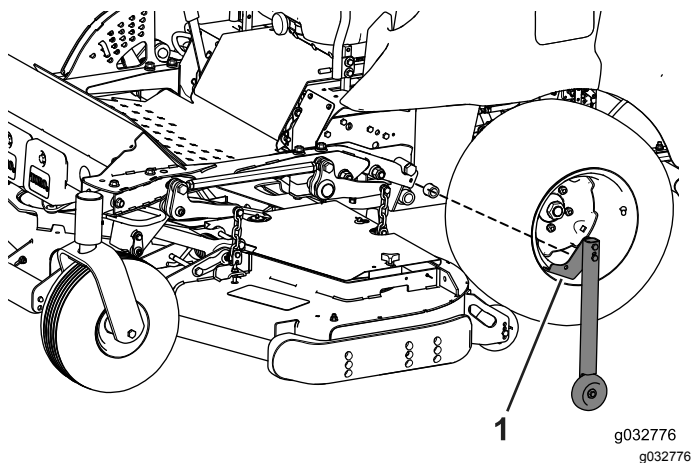

Bild 129
- Entfernen Sie die Umrüstungsrollen an jeder Seite des Sommerrahmens (Bild 129).